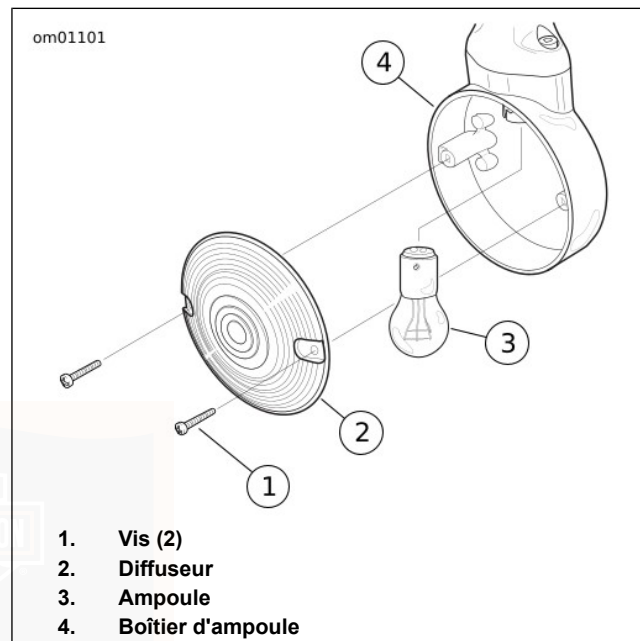

Figure 103. Ensemble de feu de direction : Diffuseur de style plat
1. Voir Figure 103. Retirer deux vis (1) pour détacher le diffuseur (2) du boîtier d'ampoule (4).
2. Tout en enfonçant l'ampoule (3), la tourner dans le sens antihoraire pour la retirer.
6. Fixer le diffuseur (2) au boîtier d'ampoule (4) à l'aide de deux vis (1).